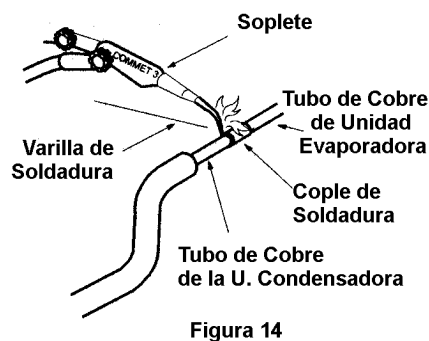

Figura 14
4. Para soldar el tubo de cobre. Antes de soldar un tubo de cobre a un cople soldado o a un tubo expandido, se debe recordar de mantener estos últimos apretados como se muestra en la Figura 14.